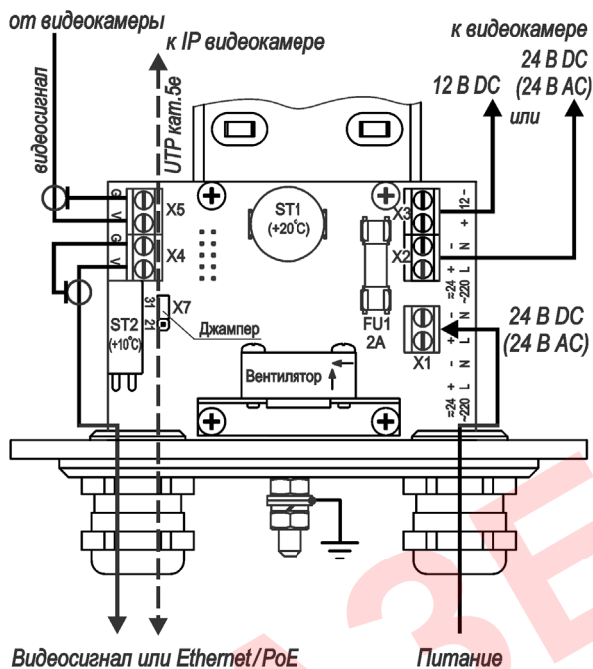

Рисунок 3 – Подключение ТГБ-9У-24/12
*** Предприятием-изготовителем в ТГБ-9У-24/12 джампер Х7 установлен в положение «31» – мощность обогрева 33 Вт, для изменения мощности на 22 Вт джампер необходимо переставить в положение «21» (см. рисунок 3), в ТГБ-9У-220/12 джампер Х7 установлен в положение «25» – мощность обогрева 33 Вт, для изменения мощности на 22 Вт джампер необходимо переставить в положение «17» (см. рисунок 4), в ТГБ-9У-12 джампер Х7 установлен в положение «31» – мощность обогрева 16 Вт, для изменения мощности на 11 Вт джампер необходимо переставить в положение «21» (см. рисунок 9).